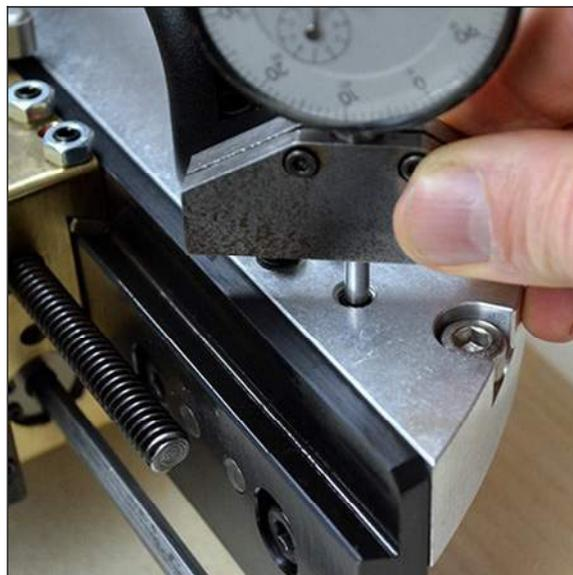

FIGURE 3-35. POSITIONNER L'INDICATEUR À CADRAN (FF1200 ILLUSTRÉE)
8. Installer une jauge de profondeur à tête plate pour mesurer du haut du corps de la glissière jusqu'à la goupille de positionnement dans la glissière radiale (Figure 3-35). Soit mettre le comparateur à cadran à zéro, soit enregistrer la valeur indiquée.